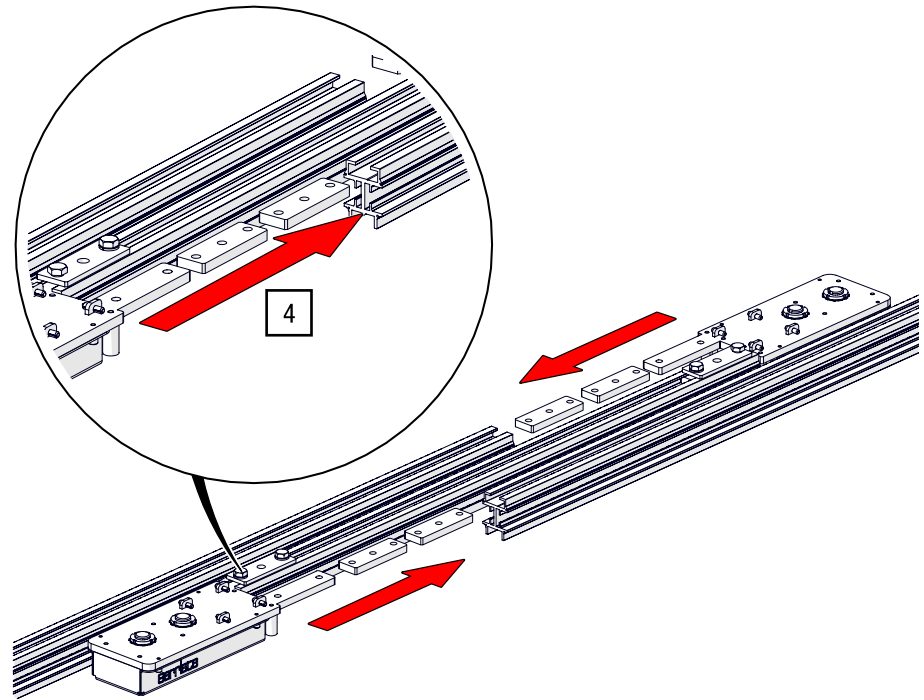

Abb. 61: Überlaufeinheit – Nutensteine einlegen und die Schiene auf die Montagestege schieben
4. Legen Sie pro geraden Schienenteil zwei Nutensteine in die Nut des Schienenprofils und schieben Sie die Schienenteile auf die freien Stege der Umlenkeinheiten (siehe Abb. 61).